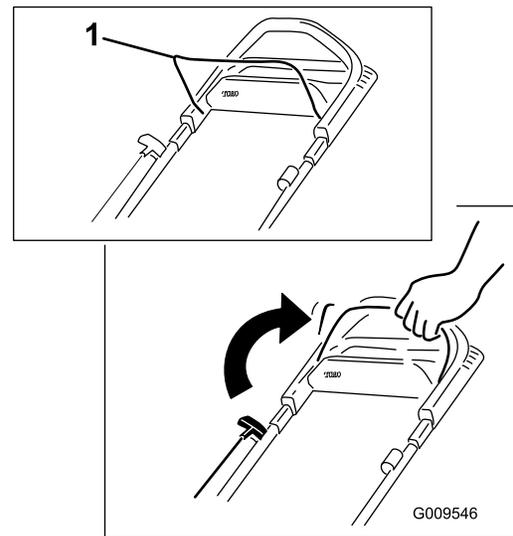

Figure 20
1. Maintenez la barre de commande de la lame contre le guidon (Figure 20).